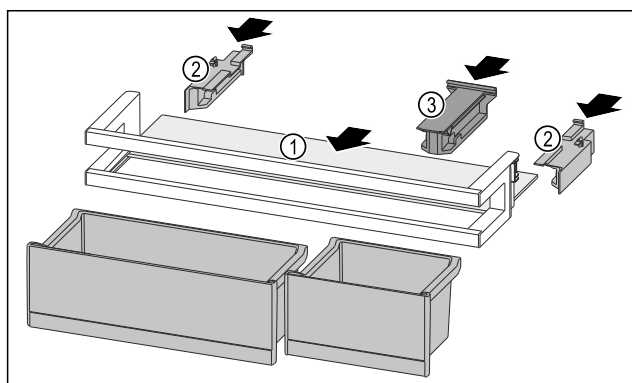

Fig. 86
- Abstellfläche Fig. 86 (1) in die seitlichen Einsparungen einschieben.
- Seitenteile Fig. 86 (2) einsetzen.
- Halteteil Fig. 86 (3) einsetzen.